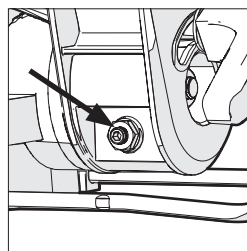

Abb. 9
- Lösen Sie die Kontermutter an der Einstellschraube für den Schrägwinkel mit einem 10-mm-Maulschlüssel und einem 3-mm-Innensechskantschlüssel (nicht im Lieferumfang enthalten) (**Abb. 9**).